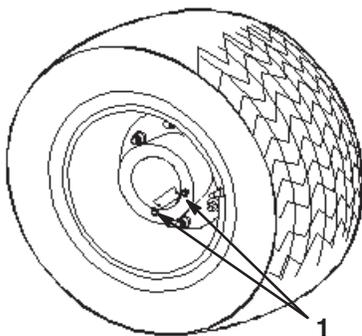

Bild 44
1. Stellen Sie das Sprüherät auf eine ebene Fläche, wobei die Hinterräder für ein Ablassen positioniert sein sollten, siehe Bild 44.
3. Stellen Sie eine Wanne unter die Ablassschrauben (Bild 44) und entfernen Sie die Schrauben vom Rad.